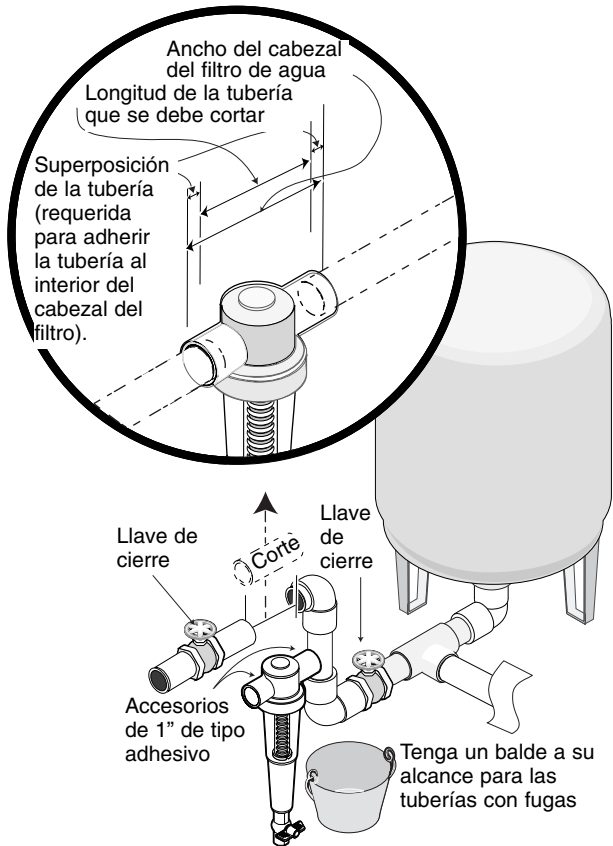

Figura 2
2. Seleccione el lugar en donde instalará su filtro en la línea de agua. Consulte la Figura 2.
3. Mida y corte la tubería de agua según su instalación individual (Figura 2). Tenga un balde disponible para recoger el agua que salga de la tubería cortada.